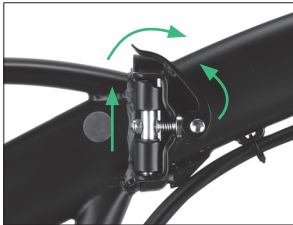

Imagen 1
- 2- Levanta la palanca de bloqueo (imagen 1) para desplegar completamente el cuadro hasta que escuches un clic. Gira la palanca hacia delante y ciérrala para que el cuadro quede asegurado.